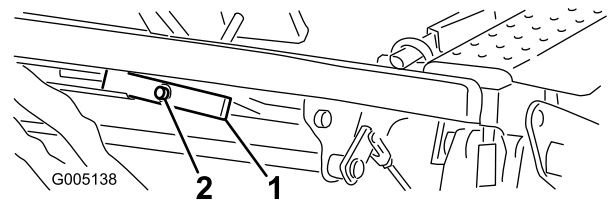

図 45
1. 昇降ピボット裏のナットをゆるめる (図 45)。
2. 偏芯ネジ (図 45) を回してピボット・スプリングを上下させて調整する。